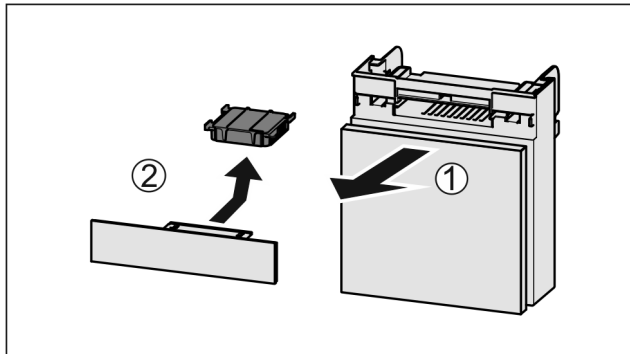

Fig. 81
- ▶ Træk rummet fremad Fig. 81 (1).
- ▶ Tag aktivkulfilteret Fig. 81 (2) ud.